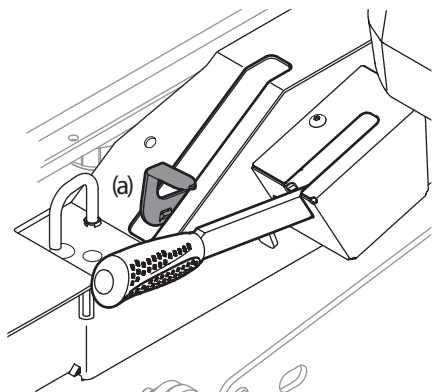

Figure 4-6
1. Déplacez le levier de dérivation des transmissions (a) vers le haut et tirez-le complètement vers l'arrière pour engager les soupapes. Voir Figure 4-6.